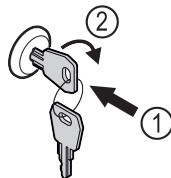

Fig. 206
- Shtyni çelësin brenda. Fig. 206 (1)
- Rrotulloni çelësin me 90° në drejtimin orar. Fig. 206 (2)